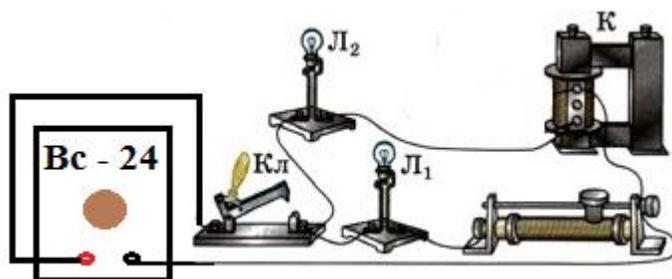

Рис. 2.
2. **Опыт.** Соберем электрическую схему согласно рис.2, состоящую из L_1 и L_2 – ламп накаливания на 3,5 В, реостата $R = 20$ Ом, катушки – первичной обмотки от универсального трансформатора с ферромагнитным сердечником, ключа K и источника тока ВС-24. Реостат введем полностью.